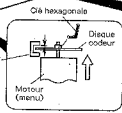
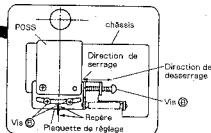
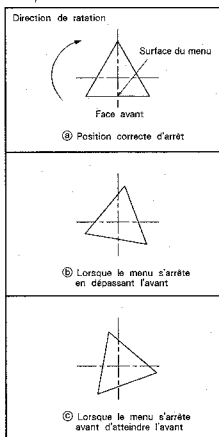

Fig. 7-2
Fig. 7-3
Fig. 7-4
- Desserrer la vis (A) maintenant le disque codeur en utilisant la clé hexagonale.
- Desserrer la vis (A) maintenant la plaquette de réglage. Ajuster avec le moteur (menu) joint.
- (1) Régler le jeu entre le disque codeur et le photointerrupteur du moteur (menu) à 1:1.5 mm. (Fig. 7-2)
- (2) Fixer la vis du disque codeur en la serrant à l'aide d'une clé hexagonale.
- (3) Tourner la vis (B) de manière à ce que le repère ciselé sur la plaquette de réglage soit alignée avec le châssis. Puis, serrer temporairement la vis (A).
- (4) Pousser la touche ROTATE MENU sur le panneau avant de l'appareil principal de manière à faire tourner le menu. Effectuer, ensuite, les réglages suivants en fonction des conditions. (Fig. 7-3)
- Lorsque le menu s'arrête en dépassant l'avant ..... Desserrer la vis (A), puis serrer la vis (B) en la tournant dans le sens des aiguilles d'une montre.
- Lorsque le menu s'arrête avant d'atteindre l'avant ..... Desserrer la vis (A), puis tourner la vis (B) dans le sens contraire des aiguilles d'une montre pour la desserrer.
- (5) Tourner le menu de nouveau, et serrer fermement la vis (A) lorsqu'il s'arrête en dirigeant ses surfaces vers l'avant. (Fig. 7-4 (A))
- (6) Finalement, tourner le menu et vérifier qu'il s'arrête en dirigeant toutes ses trois surfaces vers l'avant à chaque rotation de 120°.